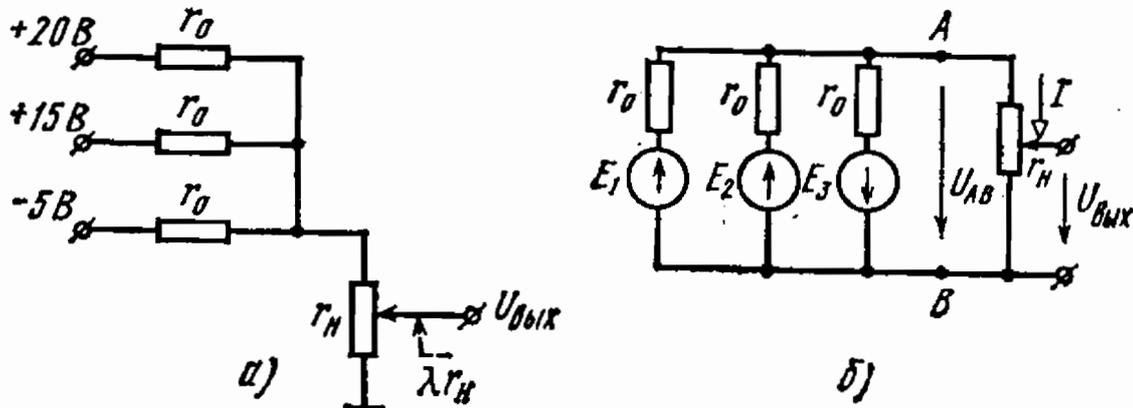

Рис. 1.44
1.44. Определить выходное напряжение линейного потенциометра (рис. 1.44, а) при $\lambda = 0,6$, если $r_0 = 1$ кОм, $r_{\text{н}} = 0,5$ кОм.
Решение. Рассматриваемому потенциометру соответствует схема замещения (рис. 1.44, б). Напряжение $U_{\text{AB}} = r_{\text{н}} I$ определяется по формуле узлового напряжения